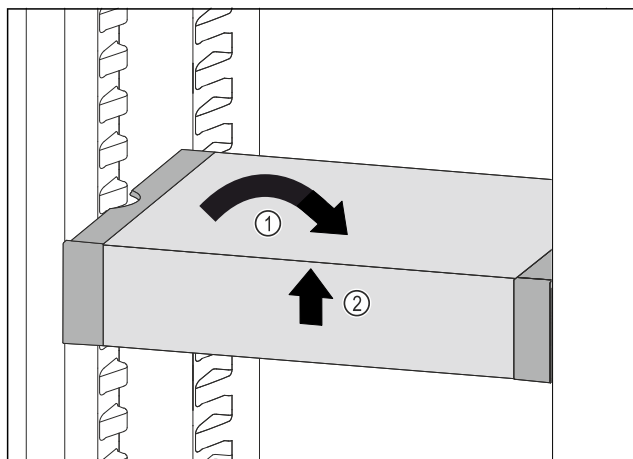

Fig. 83
- ▶ VarioSafe ustawić prosto. Fig. 83 (1)
- ▶ VarioSafe unieść z przodu. Fig. 83 (2)